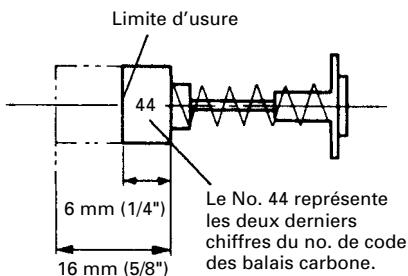
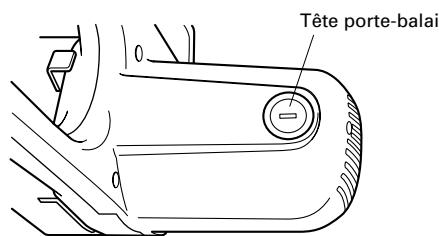

Fig. 29
Fig. 30
2. Inspecter les balais carbone (Fig. 29 et Fig. 30)
En conséquence, inspecter périodiquement les balais en carbone et les remplacer lorsqu'ils ont atteint la limite d'usure comme indiqué à la Fig. 29.
Par ailleurs, maintenir les balais carbone propres de façon qu'ils glissent régulièrement dans les porte-balai. Les balais carbone sont faciles à retirer ; pour cela, retirer les têtes porte-balai (voir Fig. 30) avec un tournevis à tête plate (signe moins).